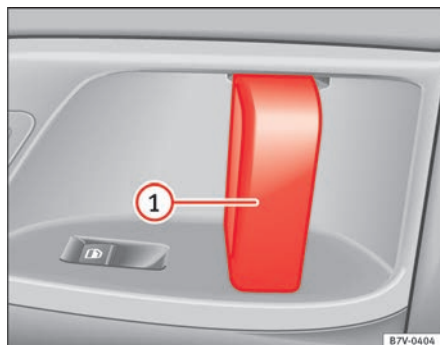

Fig. 50 En la puerta corrediza: maneta de la puerta ①.
Abrir la puerta corrediza desde el interior.	Con la puerta corrediza desbloqueada, abra la puerta por completo tirando de la maneta interior de la misma ⇒ fig. 50 ①.